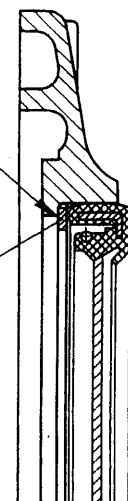

Bild 6 / Fig. 6
- Distanzscheibe 6.000.0.340.004.4 einlegen, dann Dichtring bis Anlage an Scheibe mit Montagescheibe 6.206.0.690.005.4 eindrücken (Bild 6).
- Mettre en place la rondelle entretoise 6.000.340.004.4 puis, à l'aide de la plaque de montage 6.206.0.690.005.4, enfoncer la bague d'étanchéité à butée contre la rondelle (fig. 6).